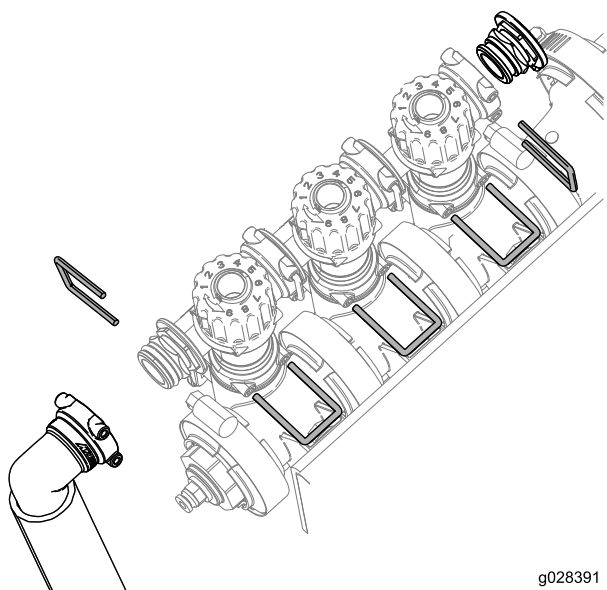

Figura 4
3. Îndepărtați opritoarele care fixează ansamblul de reglare a bypass-ului, capacul i ansamblul cu fitting i furtun, conform indicațiilor din Figura 4.